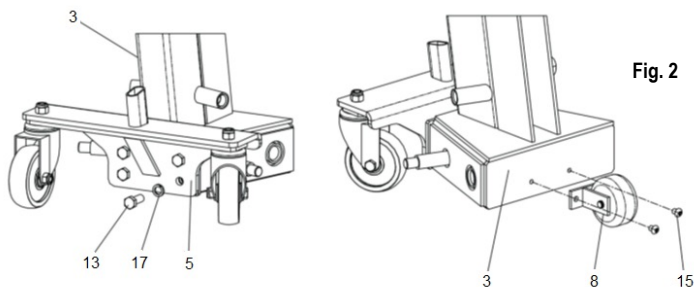

Fig. 2
1. Utilice el tornillo (13 - Fig. 2) y la arandela elástica (17 - Fig. 2) para conectar el conjunto rueda trasera (5 - Fig. 2) con el bastidor (3 - Fig. 2). Con el tornillo (15 - Fig. 2), fije los componentes de la rueda auxiliar (8 - Fig. 2) al bastidor (3 - Fig. 2) y apriete los tornillos.